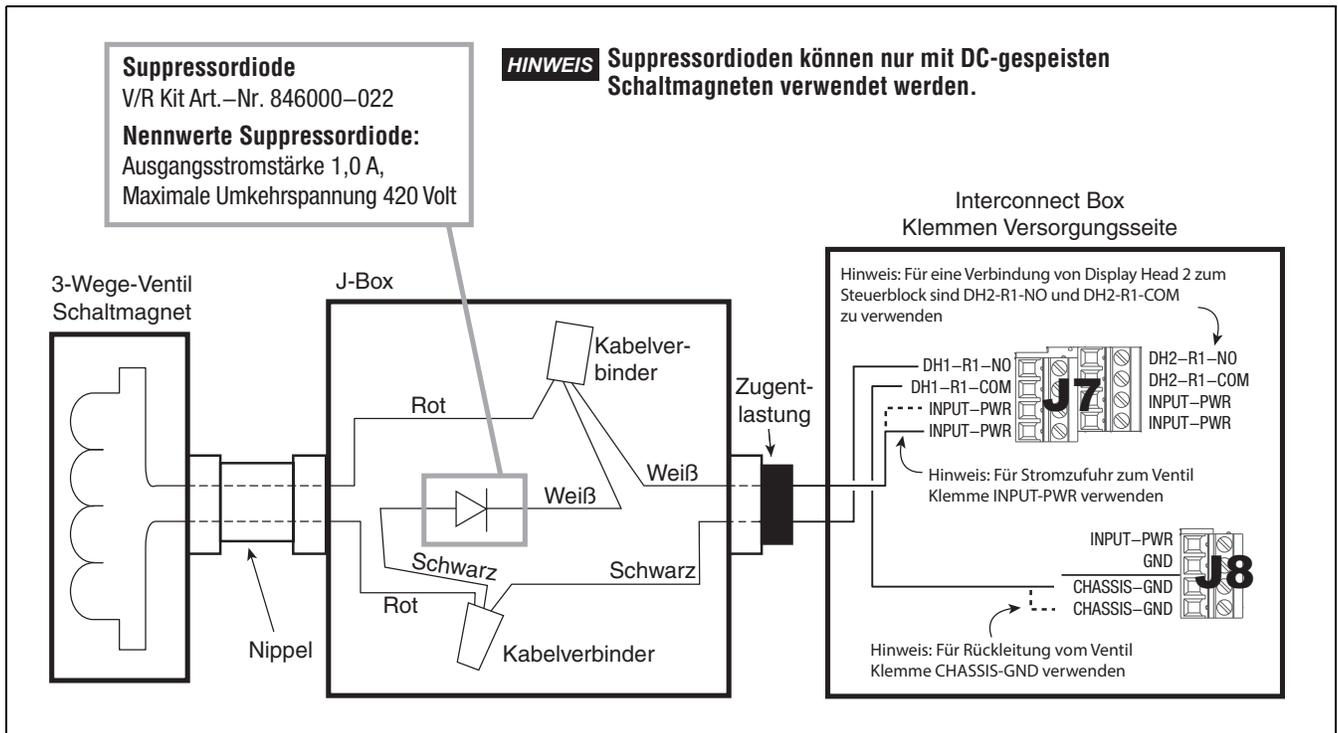

Abbildung 26. Anschließen des Dreiwege-Ventils an der IB
6. Schließen Sie bei der IB das Dreiweg-Magnetventil und eine Steckbrücke an J7 und J8 an (siehe Abbildung 26).